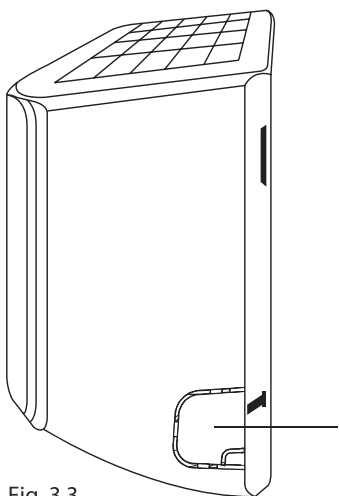

Fig. 3.3
- 2 Si el agujero de la pared está detrás de la unidad, mantenga el panel en el lugar. Si el agujero de la pared está al lado de la unidad interior, retire el panel de plástico de ese lado de la unidad. (Véase la Fig. 3.3). Esto creará una ranura a través de la cual la tubería puede salir de la unidad. Utilice pinzas de punta de aguja si el panel de plástico es muy difícil de quitar con la mano.